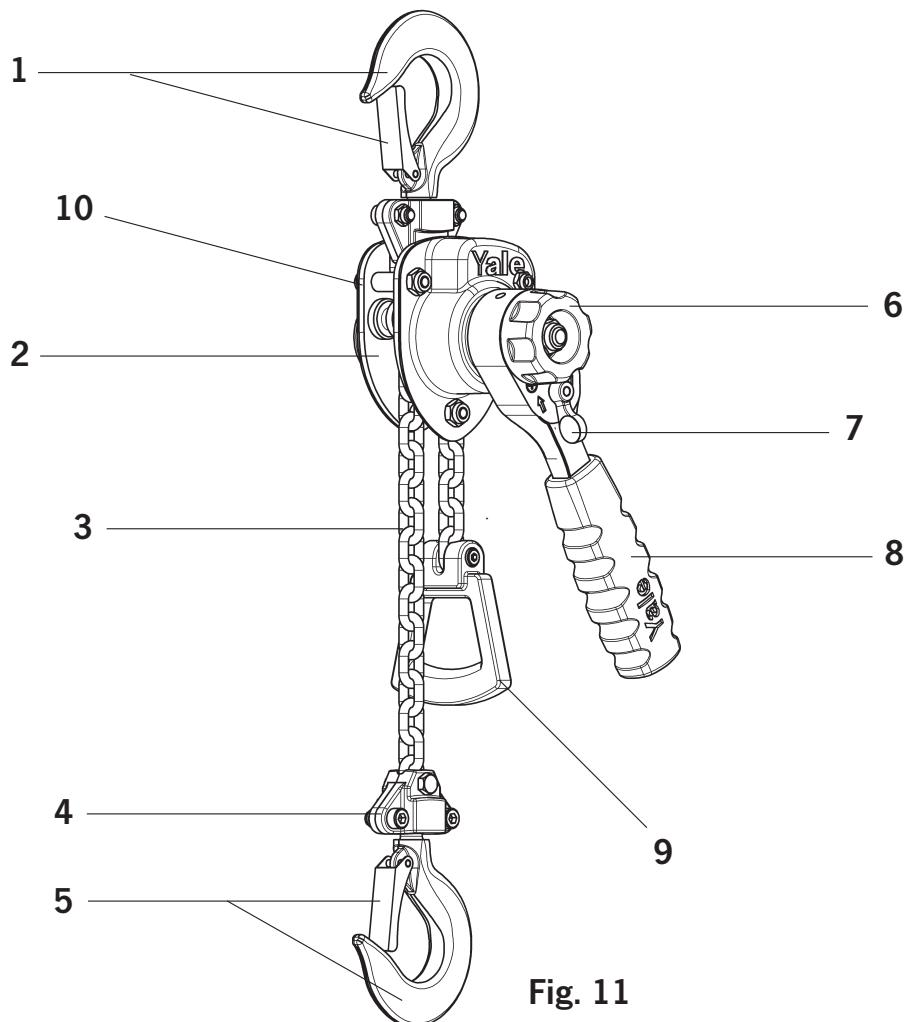

Fig. 11
- Non utilizzare i ferma catena come normali fine corsa (Fig. 11);
Il ferma catena deve essere collegato all'estremità libera della catena (Fig. 11).
Ruotare la leva di selezione del movimento (Fig. 11) in posizione neutra (posizione centrale). La catena può ora essere tirata in entrambe le direzioni così da portare il gancio di sollevamento alla posizione desiderata con estrema facilità.
Ruotare la leva di selezione del movimento in posizione sollevamento ,↑ (Fig. 11).
Ruotare la leva di selezione del movimento in posizione discesa ,↓ (Fig. 11). Azionare la leva a mano pompendo verso il basso.